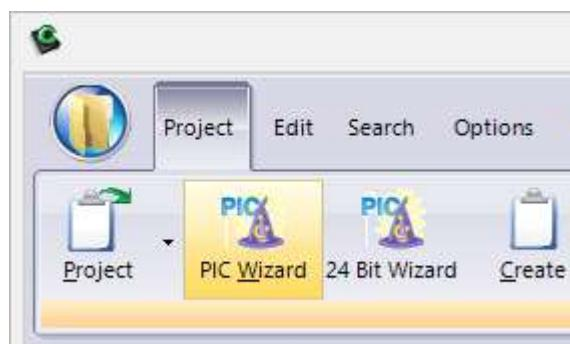

Рисунок 3.4.3 – Процес створення проекту у **IDE PCWH**
1. Запустити **IDE PCWH**, натиснути кнопку **Projects** майстра **PIC Wizard** (рис. 3.4.3):